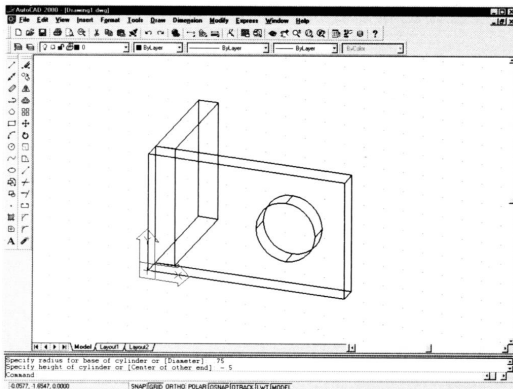

图37-8 画出通孔模子
8) 现在就可以加入通孔模子了。此操作需要用到 Cylinder命令。我将把这个命令的所有流程都走一遍。操作完毕后的图形见图 37-8。